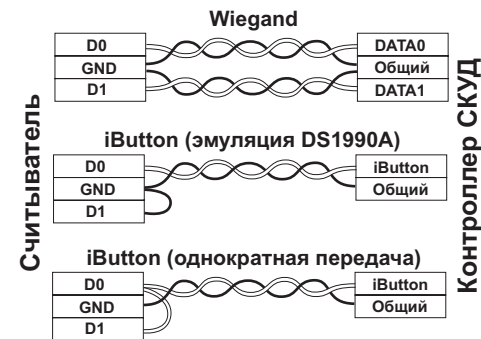

Рис.3 Выбор протокола передачи.
- Проденьте провода в нижнюю крышку и подсоедините к разъемам считывателя в соответствии со схемой подключения (рис.3). При подключении питания загорается красный светодиод.
Заводские установки: Режим 2.1.1, протокол передачи выбирается замыканием выводов (Рис.3), тип строки по RS-485: Mifare[464B84D4] 1K(0004,08)132,19270, "No Card", внешняя индикация подключена.